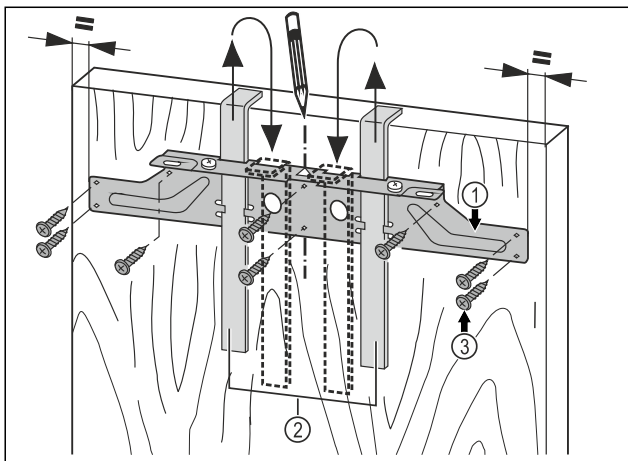

Fig. 19
- ▶ Hæng fastgørelsestraversen Fig. 19 (1) på indersiden af møbeldøren ved hjælp af monteringshjælpe midlerne Fig. 19 (2).
- ▶ Indjuster fastgørelsestraversen Fig. 19 (1) midt på døren.
- ▶ Skru fastgørelsestraversen Fig. 19 (1) fast med mindst 6 skruer Fig. 19 (3).
- ▶ Skru fastgørelsestraversen Fig. 19 (1) fast til kanten med mindst 4 skruer Fig. 19 (3).
- ▶ Træk monteringshjælpe midlerne Fig. 19 (2) op og ud, og skub dem - drejet - ind i de hosliggende holdeåbninger.